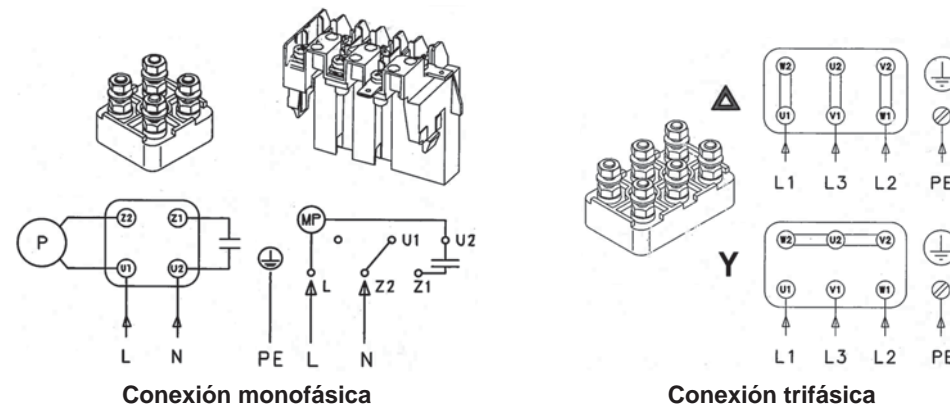

Figura 3: Conexiones eléctricas
- Conecte la bomba a la red eléctrica teniendo en cuenta las especificaciones anteriores y el esquema eléctrico de conexión que se facilita a continuación (figura 3) o bien en el interior de la caja de bornes.